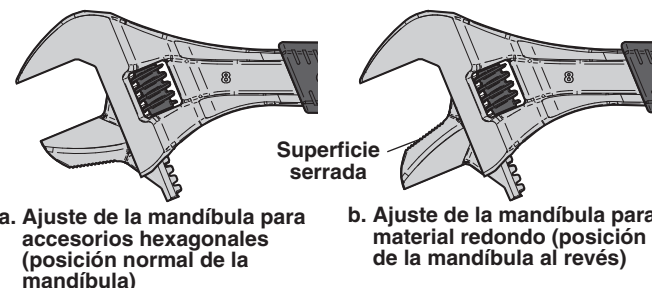

Figura 3 – Posiciones de la mandíbula reversible
2. Coloque la mandíbula con la superficie serrada orientada hacia afuera si el material es cuadrado o hexagonal. La superficie serrada está orientada hacia adentro si el material es redondo. Vea la Figura 3.